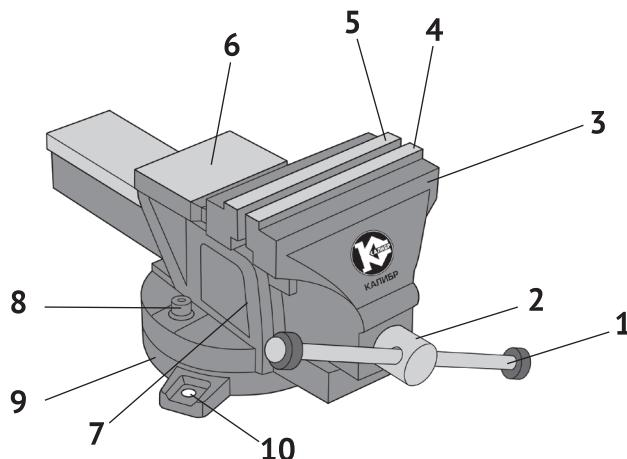

рис.1
4.1 Общий вид представлен на рис.1
4.2 Массивное стальное основание (рис.1 поз.9) крепится к рабочему столу (верстаку) за счёт 3-х крепёжных отверстий (рис.1 поз.10) в лапках. Корпус (рис.1 поз.7) при помощи шарнирного соединения может быть повернут относительно основания и закреплён винтом фиксации (рис.1 поз.8) в любом, удобном для работы положении. Заготовка крепится между губками перемещением подвижного блока (рис.1 поз.3), вращением рукоятки ходового винта (рис.1 поз.1) мускульным усилием оператора.
6.2 Через отверстия (рис.1 поз.10) основания прочно закрепить тиски болтами к верстаку.
- ослабить винт фиксации (рис.1 поз.8);
- повернуть корпус (поворотный блок рис.1 поз.7) в нужное положение;